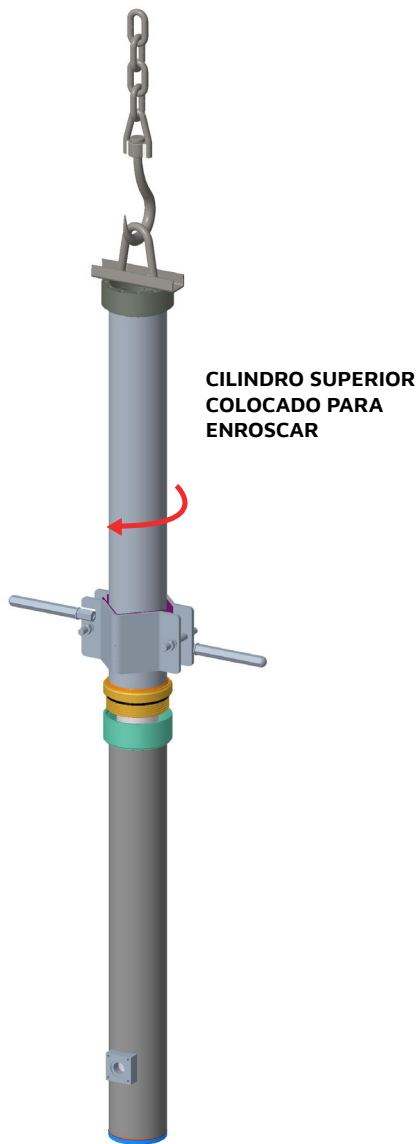

Fig 12
11. Deslice con cuidado el cilindro sobre la varilla y atornillelo completamente. Retirar el gancho de transporte (Fig 12)